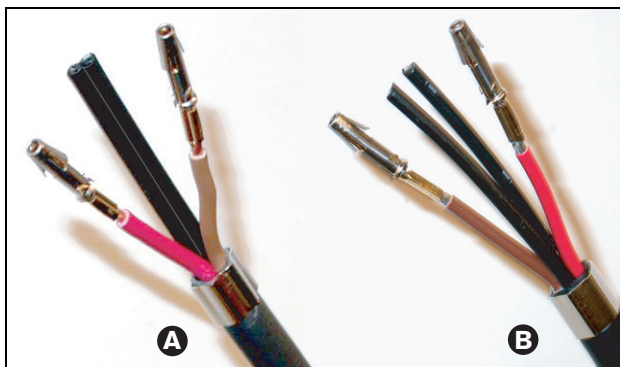

figura 30.15: Contactos de tomada instalados
- 12 Repita os passos 10 e 11 para o outro fio de cobre descarnado. Consulte na figura 30.15 o resultado desta parte do procedimento de instalação do conector de cabo.